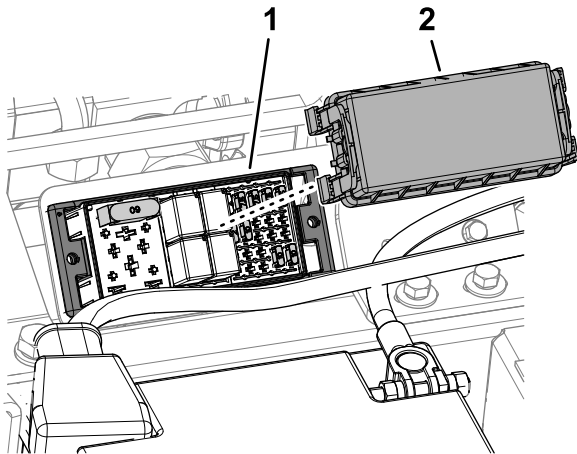

Figura 60
2. Retire la tapa del bloque de fusibles (Figura 60)
5. Instale la tapa del bloque de fusibles (Figura 60).